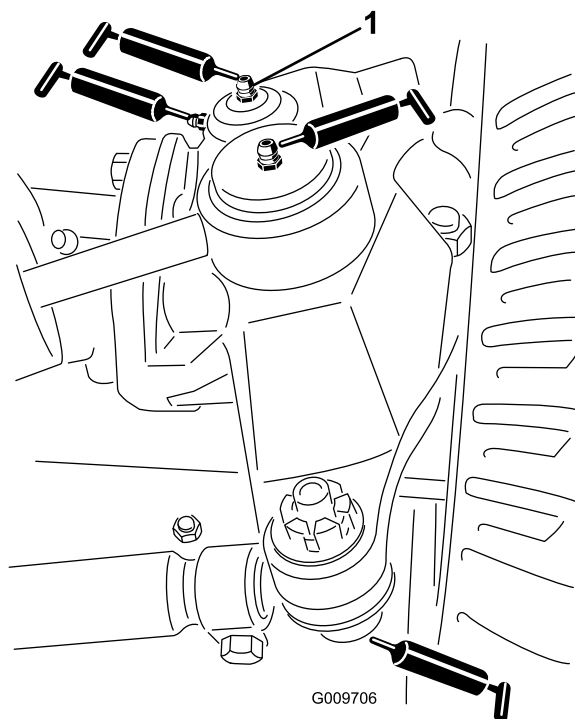

Рисунок 83
- Шаровые опоры гидроцилиндра рулевого управления (2 шт.), как показано на Рисунок 83
- Шаровые опоры поперечной тяги (2 шт.), как показано на Рисунок 83
- Втулки поворотных шкворней (2 шт.), как показано на Рисунок 83